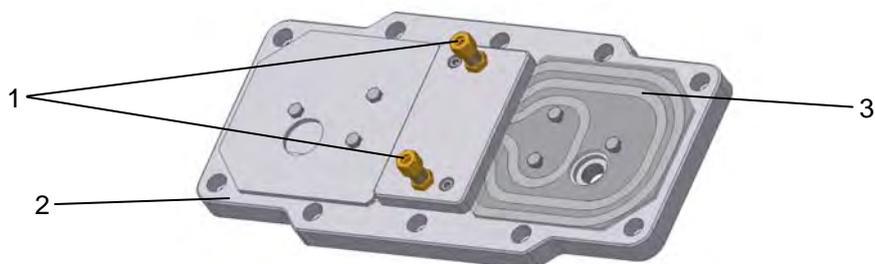

Figura 3-14: coperchio di raffreddamento
La serpentina di raffreddamento è inserita all'interno del coperchio di chiusura del riduttore (vedere pos. 2 figura 3-14). Per l'ingresso e l'uscita del liquido refrigerante sono presenti dei bocchettoni a vite sul coperchio stesso (vedere pos. 1 figura 3-14) secondo lo standard DIN 2353 per la connessione di un tubo di diametro esterno di 10 mm. **Prima del montaggio rimuovere i tappi dai bocchettoni filettati e pulire la serpentina di raffreddamento per impedire che eventuale sporco non finisca nel circuito di raffreddamento.** I bocchettoni filettati devono essere collegati al circuito di raffreddamento che deve essere realizzato dall'utilizzatore. È possibile impostare a piacere la direzione del flusso del refrigerante.
È necessario verificare che la filettatura dei bocchettoni non sia danneggiata durante e dopo il montaggio perché potrebbe rovinare la serpentina di raffreddamento (vedere pos. 3 figura 3-14). È necessario accertarsi che sulla serpentina di raffreddamento non agiscano forze esterne.